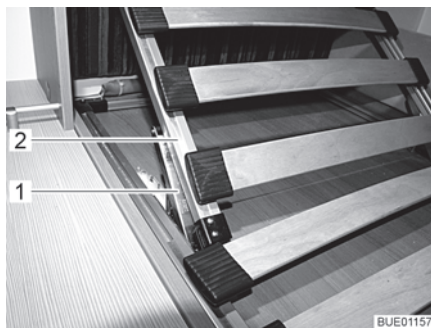

Fig. 103 Zona testa regolabile
- Sollevare la zona testa (Fig. 103,2) del telaio portamaterasso fino alla posizione desiderata. Il supporto (Fig. 103,1) si innesta automaticamente.
- Sollevare la zona testa (Fig. 103,2) del telaio portamaterasso fino a sbloccare l'arresto.